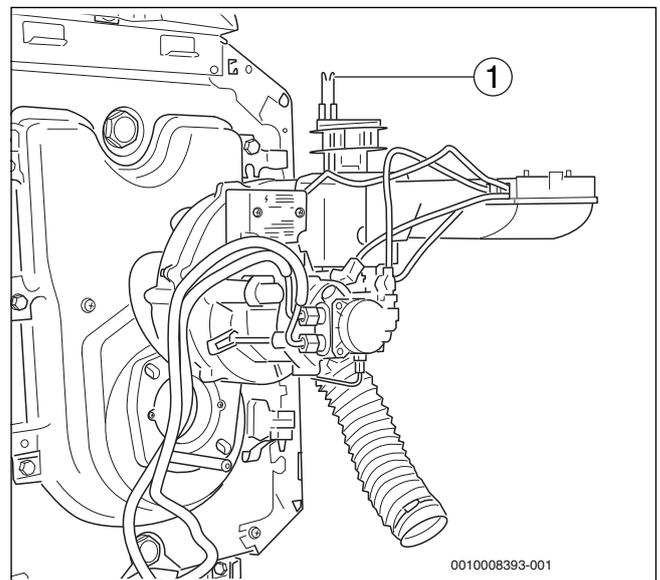

Bild 36 Brenner in Serviceposition aufstecken
- Brenner in Serviceposition (→Bild 36) aufstecken.